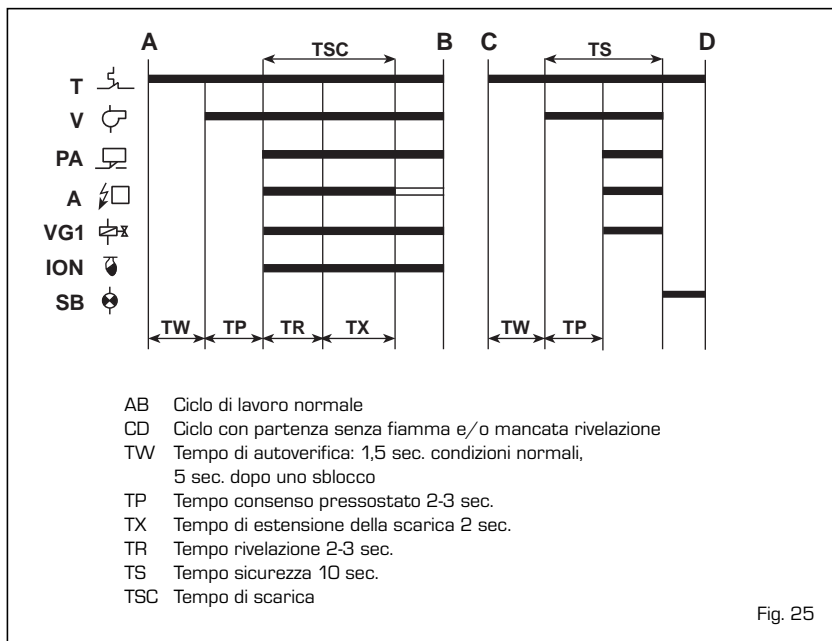

Fig. 25
3.3.2 Ciclo di lavoro (fig. 25)